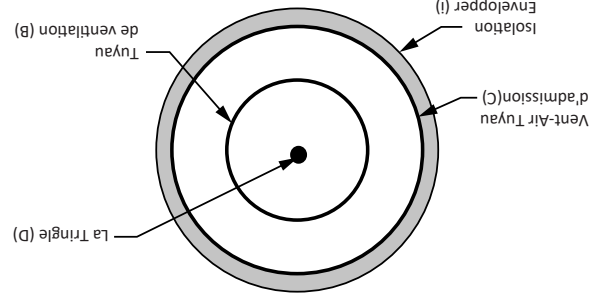

Figure 8
REMARQUE : Il est essentiel que l'enveloppe isolante (I) soit enveloppée et fixée avec le ruban adhésif à l'extérieur du plus grand tuyau d'admission d'air (C). L'isolation ne doit PAS être enroulée entre le tuyau d'évacuation (B) et le tuyau d'admission d'air (C) (voir figure 8).